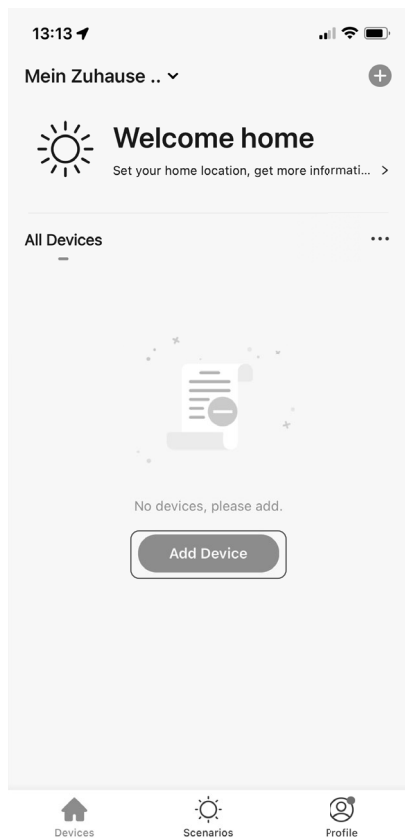

Fig. 1
- ▶ Si todavía no ha registrado ningún aparato en la *app* MEDION® Life Plus, pulse la tecla AÑADIR APARATO (**fig. 1**).